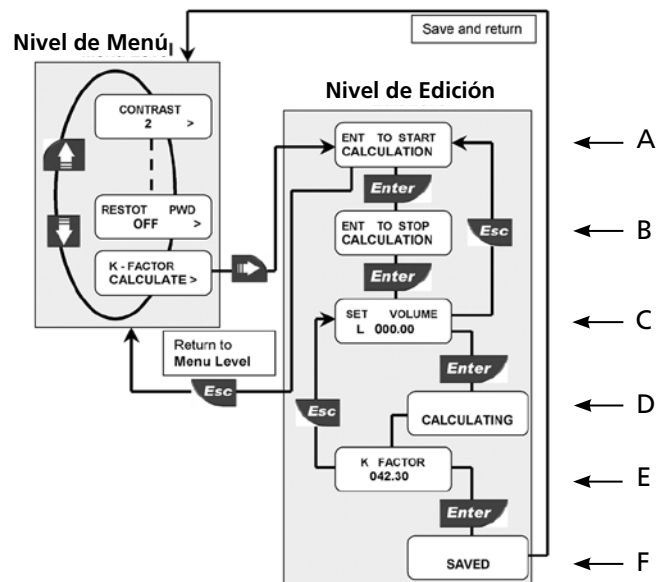

Figura 18 – Cálculo del Factor K
1. Oprima ENTER para iniciar el cálculo. Encienda una bomba o abra una válvula. El flujómetro comienza a contar los impulsos provenientes del sensor (consulte la Figura 18, A).
El flujómetro deja de contar los impulsos provenientes del sensor (consulte la Figura 18, B).
3. Ingrese el volumen (en litros) del fluido llenado en el tanque (consulte la Figura 18, C).
4. El flujómetro está calculando el nuevo Factor K (consulte la Figura 18, D).
5. Se calculó exitosamente el Factor K. Oprima ENTER para aceptar el nuevo Factor K o ESC para regresar sin guardar el valor (consulte la Figura 18, E).